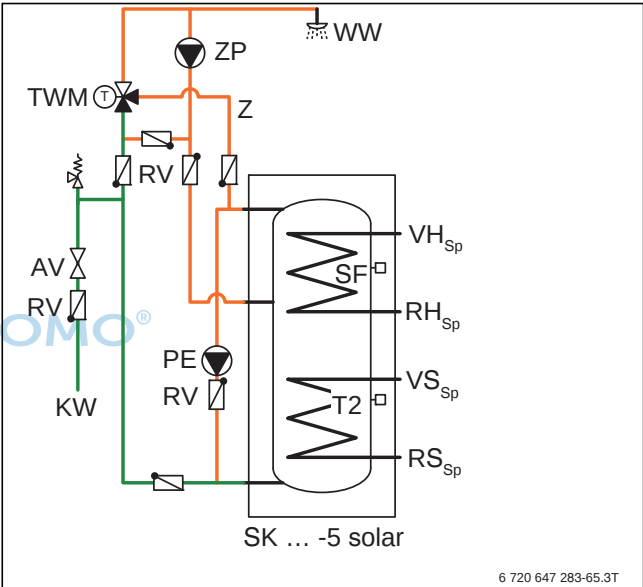

Bild 143 Anschluss Zirkulation zur thermischen Desinfektion
Nach längerer Abwesenheit (zum Beispiel nach einem Urlaub) empfehlen wir jedoch ein kurzzeitiges Aufheizen des Speichers auf eine Temperatur über 60 °C. Ausnahme davon ist eine Vorwärmstufe oder ein solar beladener Speicherbereich. Der solar beladene Speicherbereich muss 1 x täglich auf 60 °C aufgeheizt werden. Die Aufheizung kann durch die Solarenergie erfolgen oder, wenn die Solarenergie nicht ausreicht, durch die konventionelle Nachheizung. Dafür ist eine Umladepumpe zur thermischen Desinfektion (PE) erforderlich (Siehe Bild 143, Seite 108 und Bild 15, Seite 28) und die Nachheizung muss in der Zeit der thermischen Funktion ihre Warmwasserfunktion frei geschaltet haben. Über den 2-Draht-BUS Regler FR/FW 120,200,500 kann direkt die Nachheizung bei Bedarf aktiviert werden. Die Solarregler ISM2 oder TDS300 prüfen täglich, ob die Solarenergie ausreichend war um den regenerativen Speicherteil aufzuheizen und wenn nicht, wird erst die thermische Desinfektion über die konventionelle Nachheizung aktiviert.